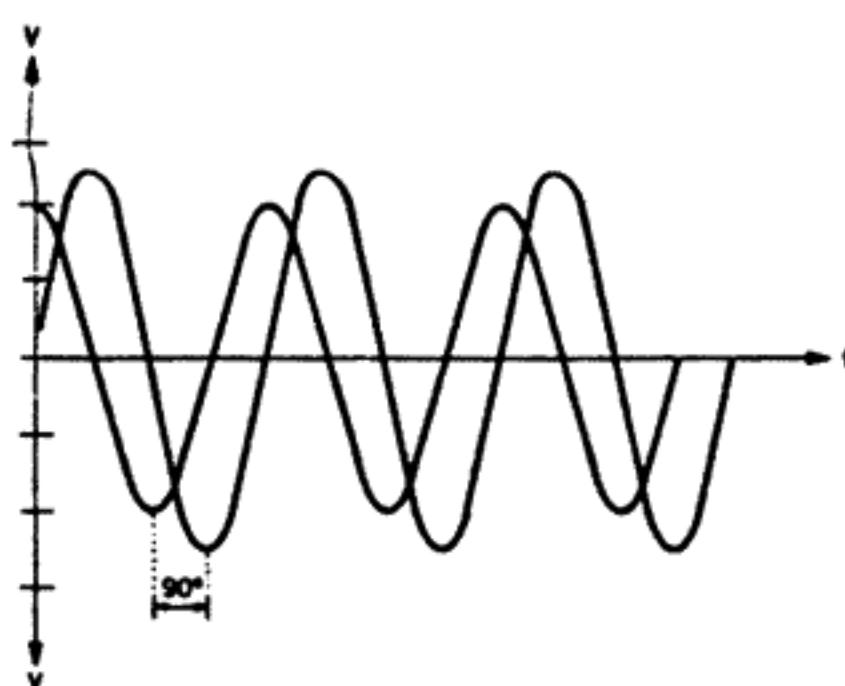

Fig.4
5. Am Oszilloskop müssen nun sinusförmige Signale (V-out) sichtbar sein (siehe Bild 4) die nach ca. 2 s symmetrisch um die 0-Achse liegen und 90° phasenverschoben sind. Die Amplituden dieser 2 Signale dürfen zuhöchst ein Verhältnis von 1 : 2 aufweisen.